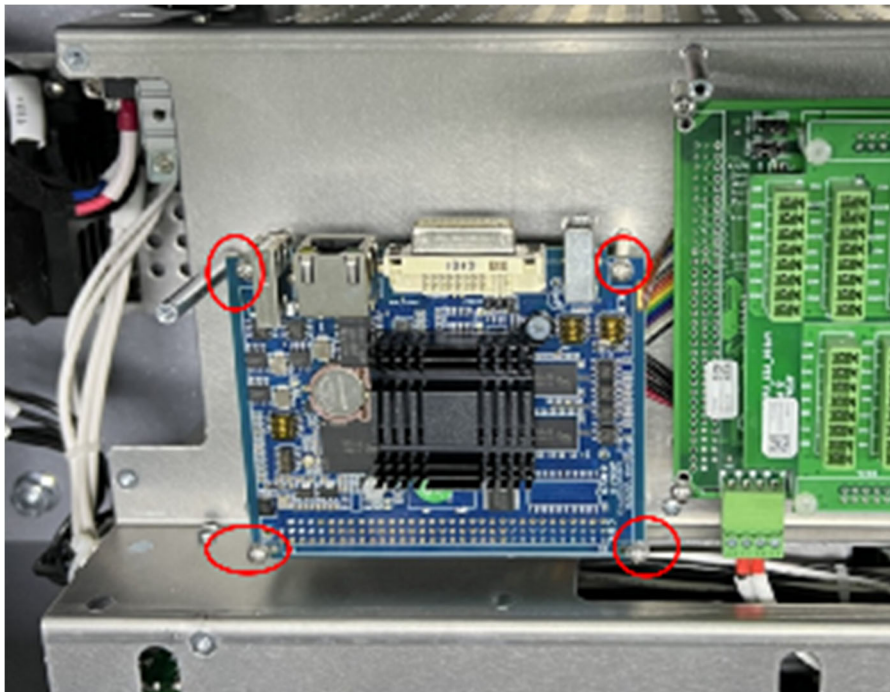

图 3-29：拆除内六角平圆头螺钉
2. 拆除核心板的 4 颗 M2.5 螺钉，如图 3-29 所示；